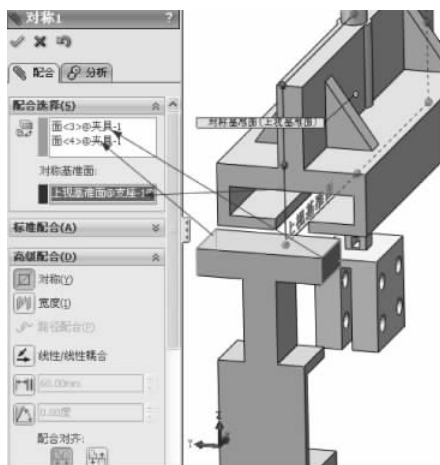

图 3-103 对称配合
(3) 继续进行配合操作, 在【高级配合】选项组下选择【对称】配合类型 , 在【配合选择】选项组下的【要配合实体】选择框中选择夹具的两个侧面, 在【对称基准面】选择框中选择支座的上基准面, 如图 3-103 所示, 其他保持默认, 单击【确定】按钮 , 完成对称的配合。